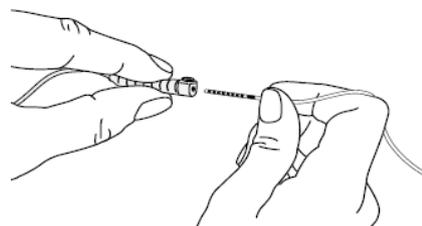

Figura 20. Agarre el electrodo de ECP y el centro del conector de extensión de electrodo
2. Agarre del electrodo de ECP junto a la funda de retención. Agarre la extensión en el centro del conector de extensión (Figura 20).